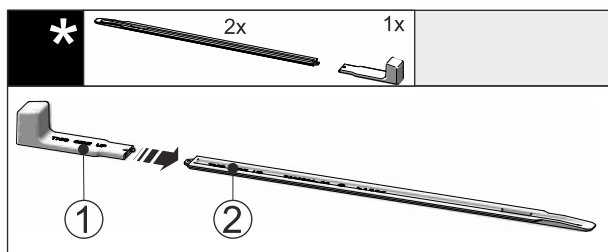

Fig. 46
- Sätt in monteringshandtaget Fig. 46 (1) i nivåskenan Fig. 46 (2).